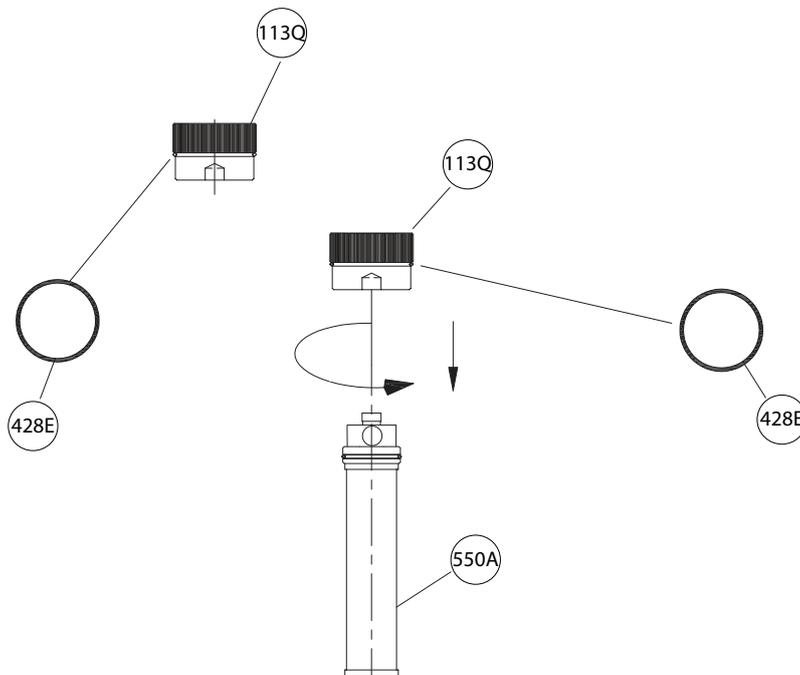

Figura 28: Instalação de filtro novo
4. Aparafuse o novo filtro (550A) no bujão existente (113Q) e instale os novos anéis (428E) no bujão lateral do filtro (113Q) e no bujão lateral que não é do filtro (113Q). Veja Figura 28: Instalação de filtro novo on page 48.